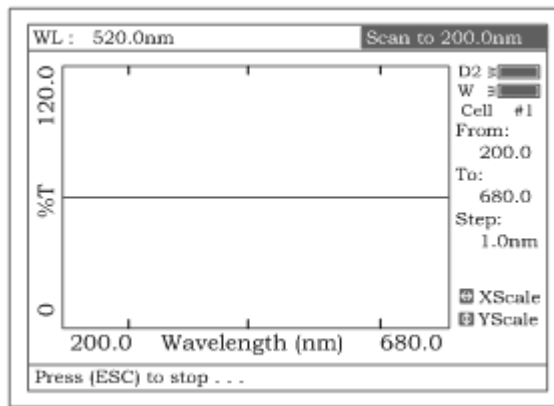

Рисунок 44
3. Установите кювету с холостым раствором на пути луча, нажмите клавишу **[0Abs/%T]** для сканирования основной линии (рис.44). Чтобы прекратить сканирование, нажмите **[ОТМЕНА]**.